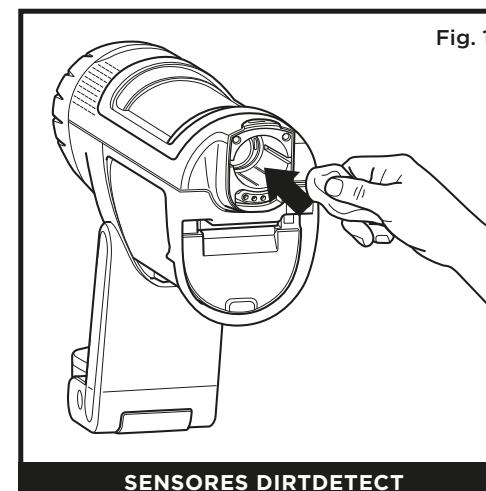
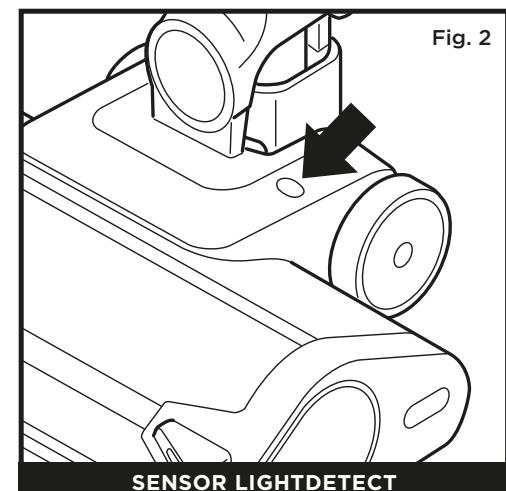
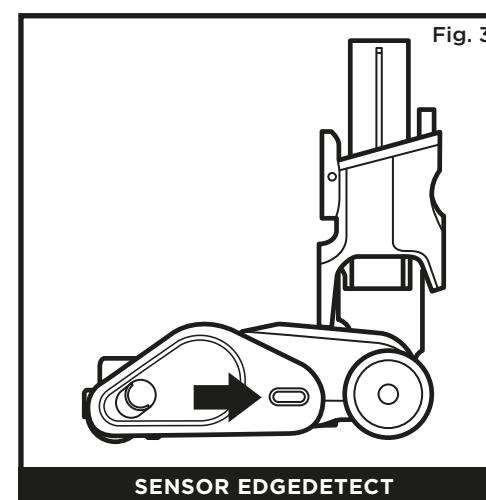

Fig. 1
Fig. 2
Fig. 3
2. Finn Dirt Detect-sensoren (fig. 1), Light Detect-sensoren (fig. 2), Edge Detect-sensoren (fig. 3) og Floor Detect-sensoren (fig. 4).